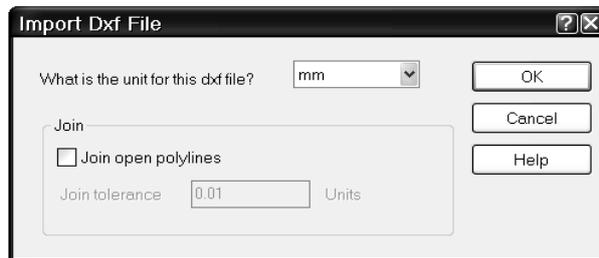
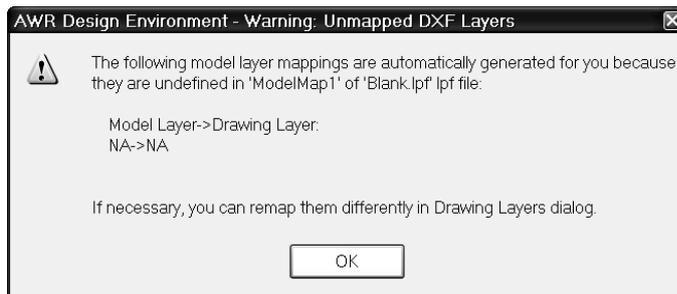

Рис. 5.70
Рис. 5.71
5. В открывшемся окне импорта найдите файл, который нужно импортировать (в нашем случае это будет **Div_Schematic**) и откройте его. Откроется окно с запросом, какие единицы измерения используются в файле (рис. 5.70). Введите **mm** и нажмите **OK**. Откроется следующее окно, в котором сообщается, какие слои будут созданы автоматически (рис. 5.71), нажмите **OK**. В окне менеджера топологии появится имя библиотеки элементов **Div_Schematic** (с указанием пути к DXF файлу) и в этой библиотеке будет ячейка с таким же именем.